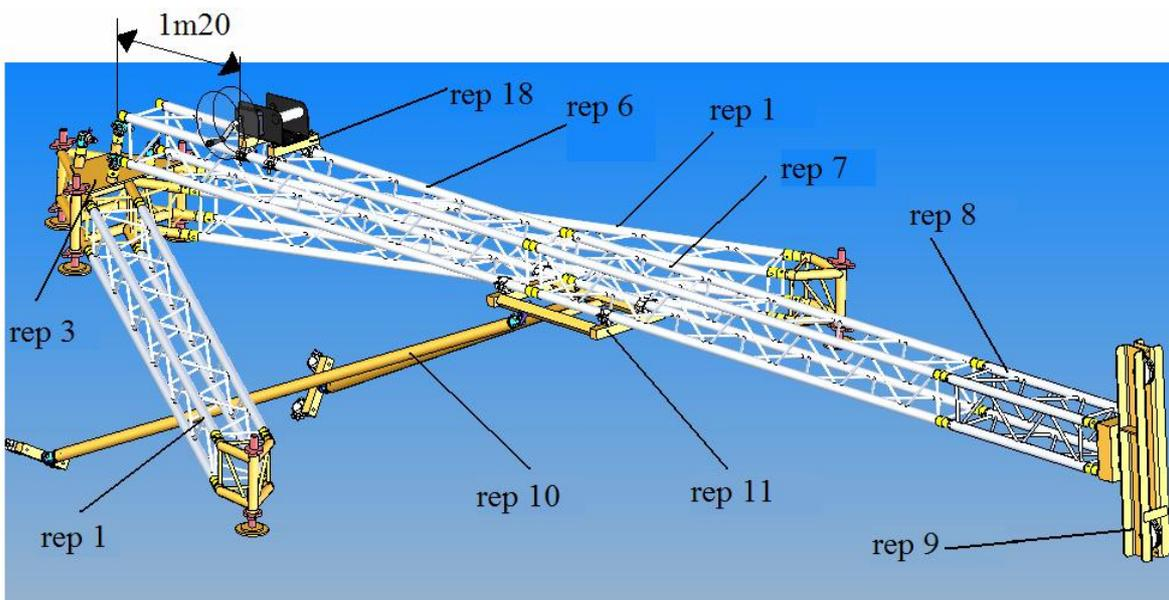

fig.12
- Assemblage du treuil : Placer la platine du treuil (rep 18) sur l'ensemble du mât à environ 1m20 (fig.12).